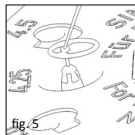

fig. 5
■ **fig. 5** Dacă conformațiile anatomice de pe scară cer aplicarea clopotului protezei parțiale, aceasta este posibilă în mod simplu prin intermediul conului. Pentru aceasta proteza Bell așezată va fi împinsă cu grijă cu un ac sau cu un alt instrument microchirurgical spre con. Sub observație microscopică clopotul poate fi prelungit în mod corespunzător.
■ 图 5 由于镫骨存在生理特性差异而要求对“局部假体”的铃形部分进行扩张时，则可借助锥体来完成。为此请用一根针或者其他微型外科手术器械朝安装的“局部假体”方向小心按下锥体。在显微镜下可将铃形部分相应进行扩张。